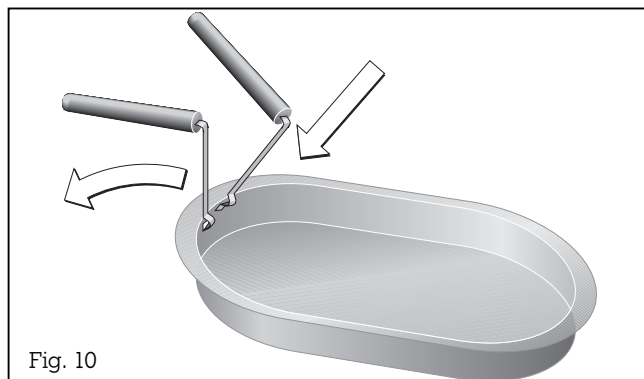

Fig. 10
- Relevez la poignée vers le haut (voir fig. 10).